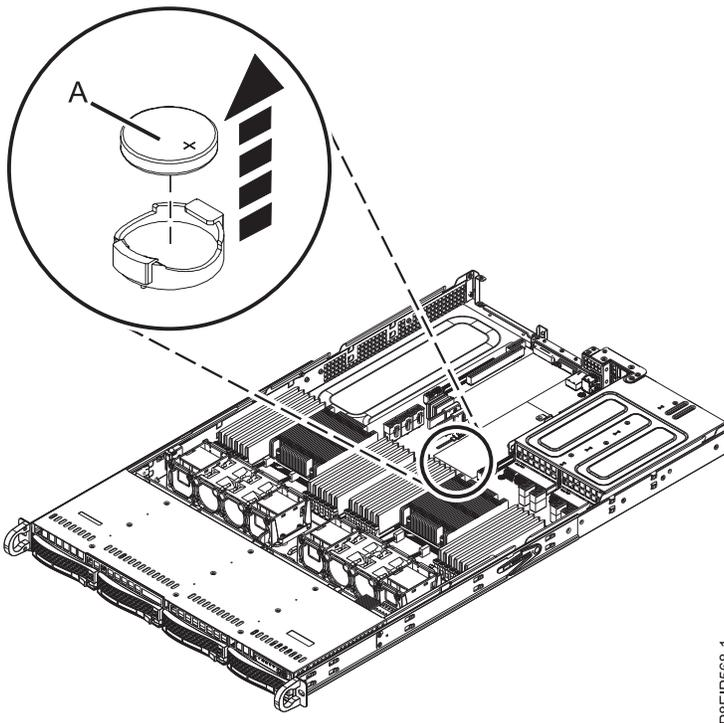

Figura 88. Ubicación de la batería de la hora del día
3. Extraiga la batería de la hora del día (**A**), tal como se indica en la Figura 88. Cuando extraiga la batería, no utilice una herramienta metálica para sacarla de su ranura.